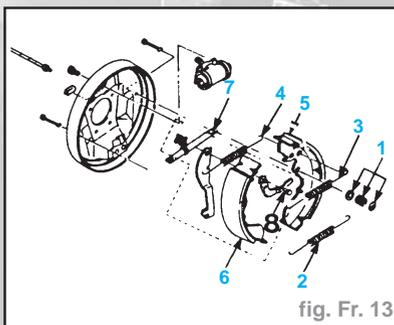

fig. Fr. 13
- Le ressort tensionneur de réglage (3), le ressort inférieur (2), utiliser des pinces pour ressorts de freins (fig. Fr. 13)
- Les ressorts de maintien et les coupelles (1), utiliser l'outil KM-346.
- Le ressort de rappel supérieur (4), les mâchoires de frein (5 et 6) et le dispositif de réglage (7).